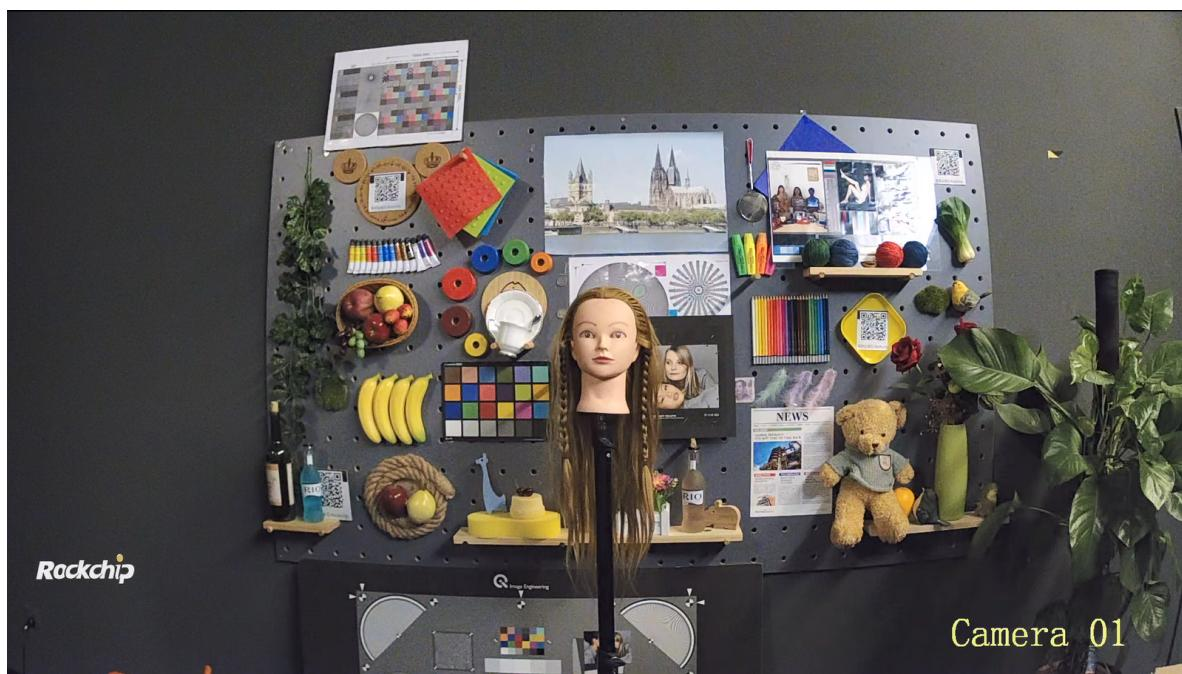

图3-6 静态场景示意图
**步骤3：**在确定AE权重和AE Route基础上，接下来就是根据不同的曝光量下调节AE的目标值，针对实验室静态场景，AE目标值的调试标准是画面中心最高量区域无明显过曝，如图3-6 静态场景示意图，中间的纹理卡，陶瓷咖啡杯不能过曝，边角枯叶图和玫瑰花亮度合理。AE目标值主要涉及到SetPoint, DynamicSetpoint调节以及AE背光模式的选择。